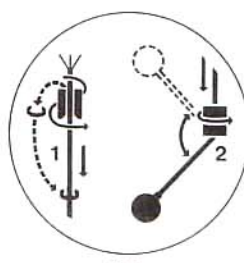

FIG. 7
Eine korrekte Installation des Gegengewichtes gemäß den aus Bild 7 hervorgehenden Anweisungen vornehmen.
1. Pour que l'installation du contrepoids soit correcte, il faut suivre la procédure illustrée sur la figure 7. Introduire le câble dans le contrepoids, du côté conique, en le tournant. Ceci provoquera le détachement de l'anneau en plastique placé à l'embouchure (en cas de besoin, le détachement peut être facilité avec un tournevis). L'anneau sera placé dans la partie du câble devant accueillir le contrepoids.